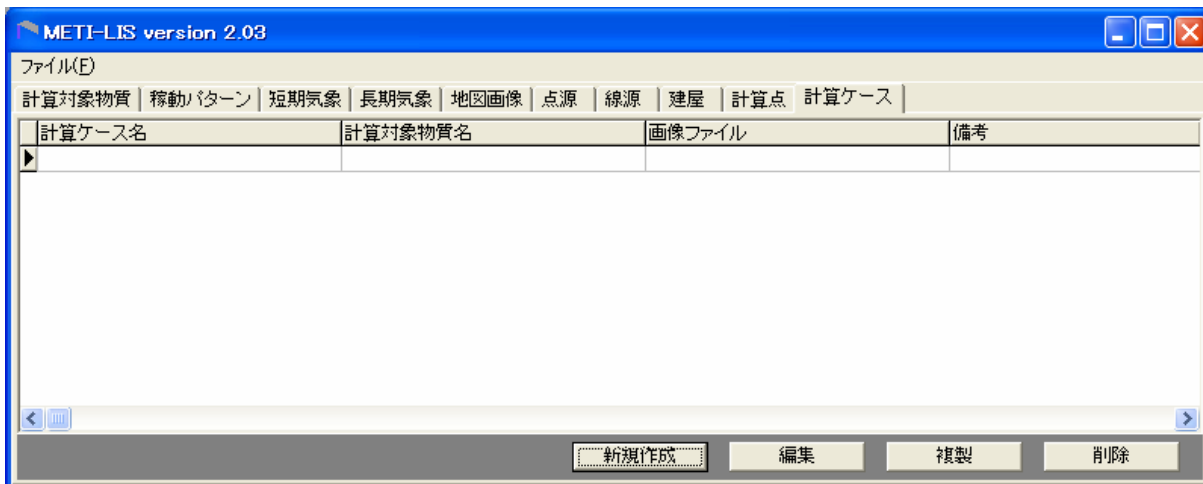
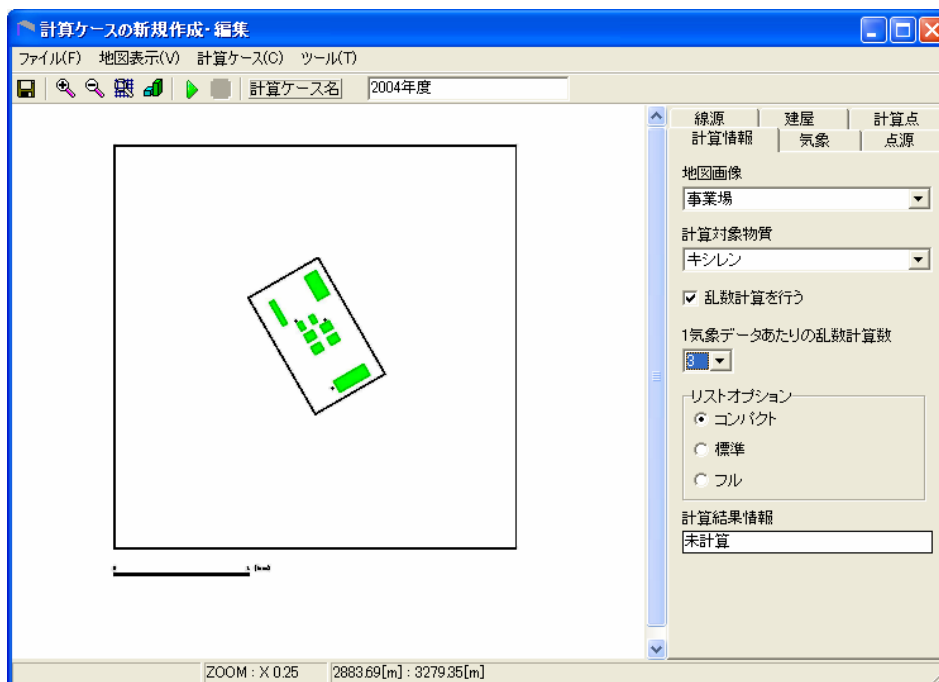
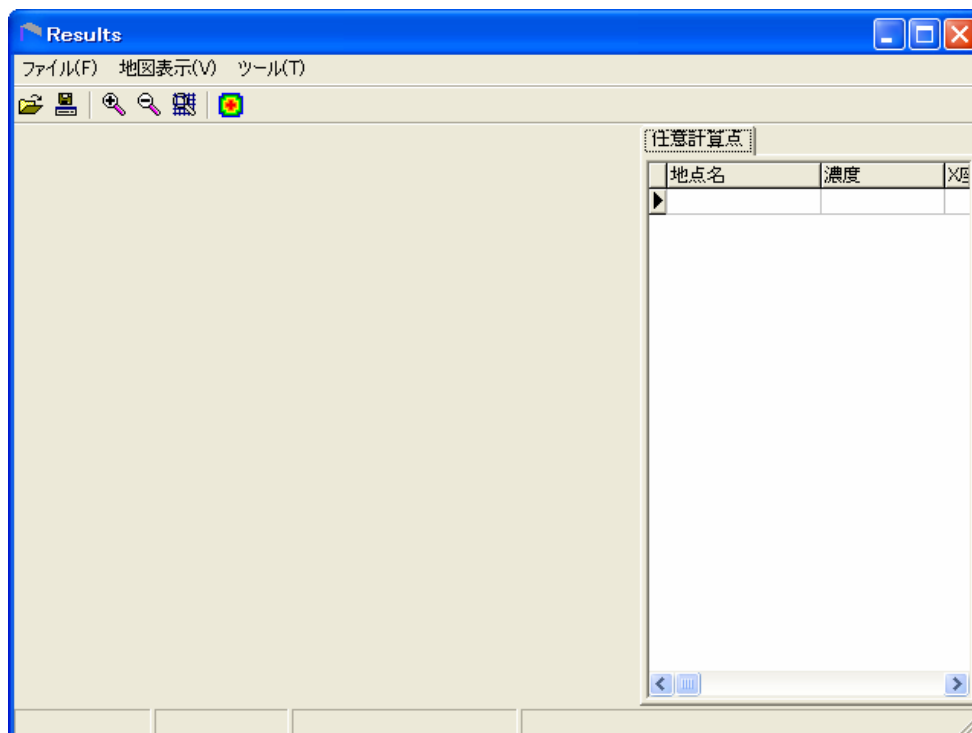
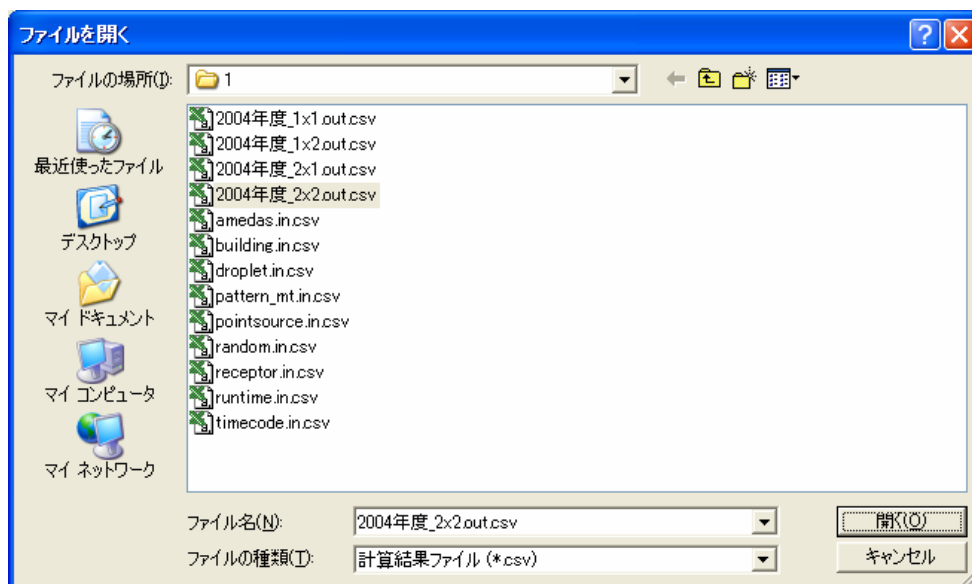

図 6.5-31 計算ケース
図 6.5-32 計算ケースの新規作成・編集
図 6.5-35 Results 画面
図 6.5-36 ファイル選択画面
計算ケースのタブを選択して、図 6.5-31 の画面が表示されたあとで、**新規作成** を押します。計算ケースの新規作成・編集画面が表示されます（図 6.5-32）。
リストオプションは標準にチェックボックスをクリックします（図6.5-32参照）。
計算の実行が正常に終了すると、図 6.5-32 で  が表示されます。 を押すと図 6.5-35 の Results 画面が表示されます。ここでは、濃度分布図を表示させて、濃度の最大値を見つけます。
- 1)  を押して、濃度分布図を表示させるべきファイルを選択します。ファイルは、csv 形式のファイルで図 6.5-32 で入力した計算ケース名と「\_2×2\_out.csv」がついているファイルです。図 6.5-32 で入力した計算ケース名は、「2004 年度」であるので、図 6.5-36 では、「2004 年度\_2×2.out.csv」というファイルを選択しています。